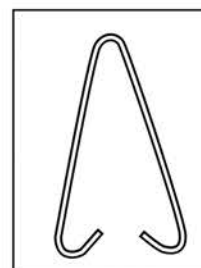
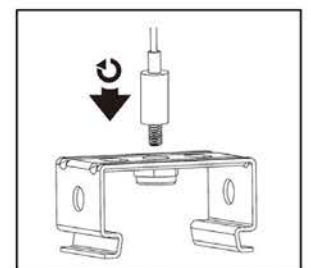

Рис. 5
Рис. 6
- 5.13 Для установки осветительного прибора на подвесы используйте скобы для подвесного монтажа (2 шт. – рис. 5, входят в комплект поставки) или тросовую систему подвеса (рис. 6, в комплект поставки не входит и приобретается отдельно).